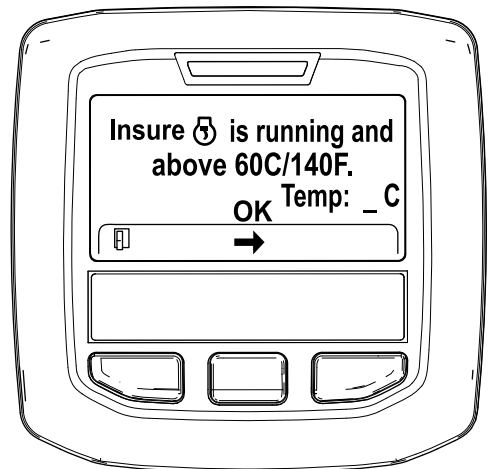

Figura 36
5. Si la temperatura del refrigerante está por debajo de 60°C (140°F), aparece el mensaje "Insure is running and above 60C/140F" (Asegúrese de que funciona y esté por encima de 60 °C/140 °F). (Figura 36).